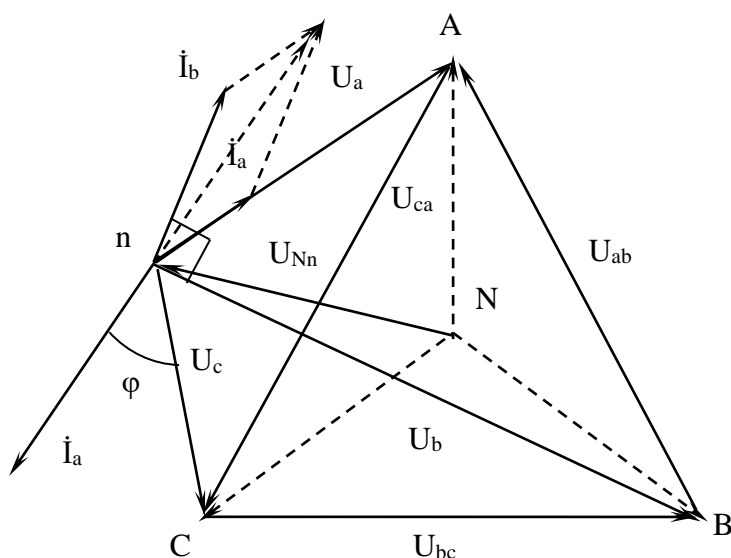

Рисунок 17 – Векторная диаграмма токов и напряжений при несимметричной нагрузке без нейтрального провода
Для построения векторной диаграммы напряжений при соединении нагрузки звездой без нейтрального провода (рисунок 17) сначала строят в масштабе равносторонний треугольник линейных напряжений. Линейные напряжения U_{ab} , U_{bc} , U_{ca} всегда симметричны и равны по модулю.
Аналогично из вершины В радиусом U_b и из вершины С радиусом U_c делают засечки. Точка пересечения засечек и будет являться потенциалом нейтральной точки приёмника (n). Соединив точку n с вершинами треугольников А, В, и С, получим фазные напряжения приёмника U_a , U_b , U_c (рисунок 17). Пунктиром показаны фазные напряжения источника (U_A , U_B , U_C). Векторная диаграмма токов при соединении звездой без нейтрального провода строится аналогично диаграмме звезды с нейтральным проводом. Т. е. вектор фазного тока откладывается в масштабе от соответствующего фазного напряжения под некоторым углом, зависящим от характера нагрузки в фазе I_a , I_b , I_c (рисунок 17). При этом $I_a + I_b + I_c = 0$. Соединив на диаграмме (рисунок 17) нейтральные точки источника (N) и приёмника (n), получим вектор напряжения смещения нейтрали U_{Nn} .